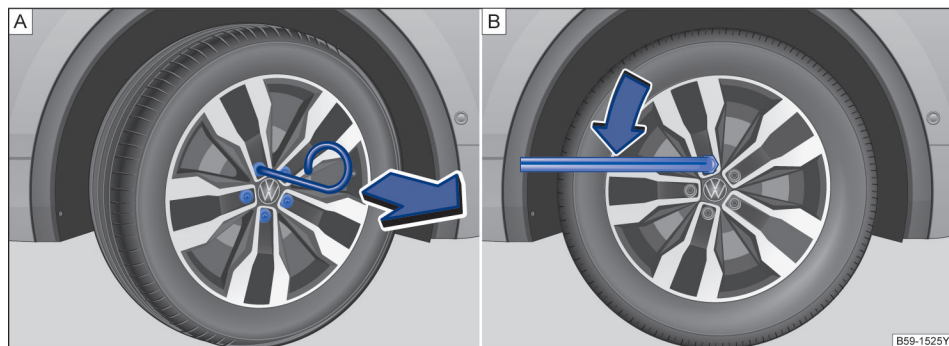

图 238 A. 从车轮螺栓上拔下盖罩 B. 更换车轮：松开车轮螺栓
- 将钢丝钩穿过开口插入盖罩内→图 238 A，然后沿箭头方向将其拔下。
- 将车轮扳手套到车轮螺栓上，然后推到限位位置→图 238 B。